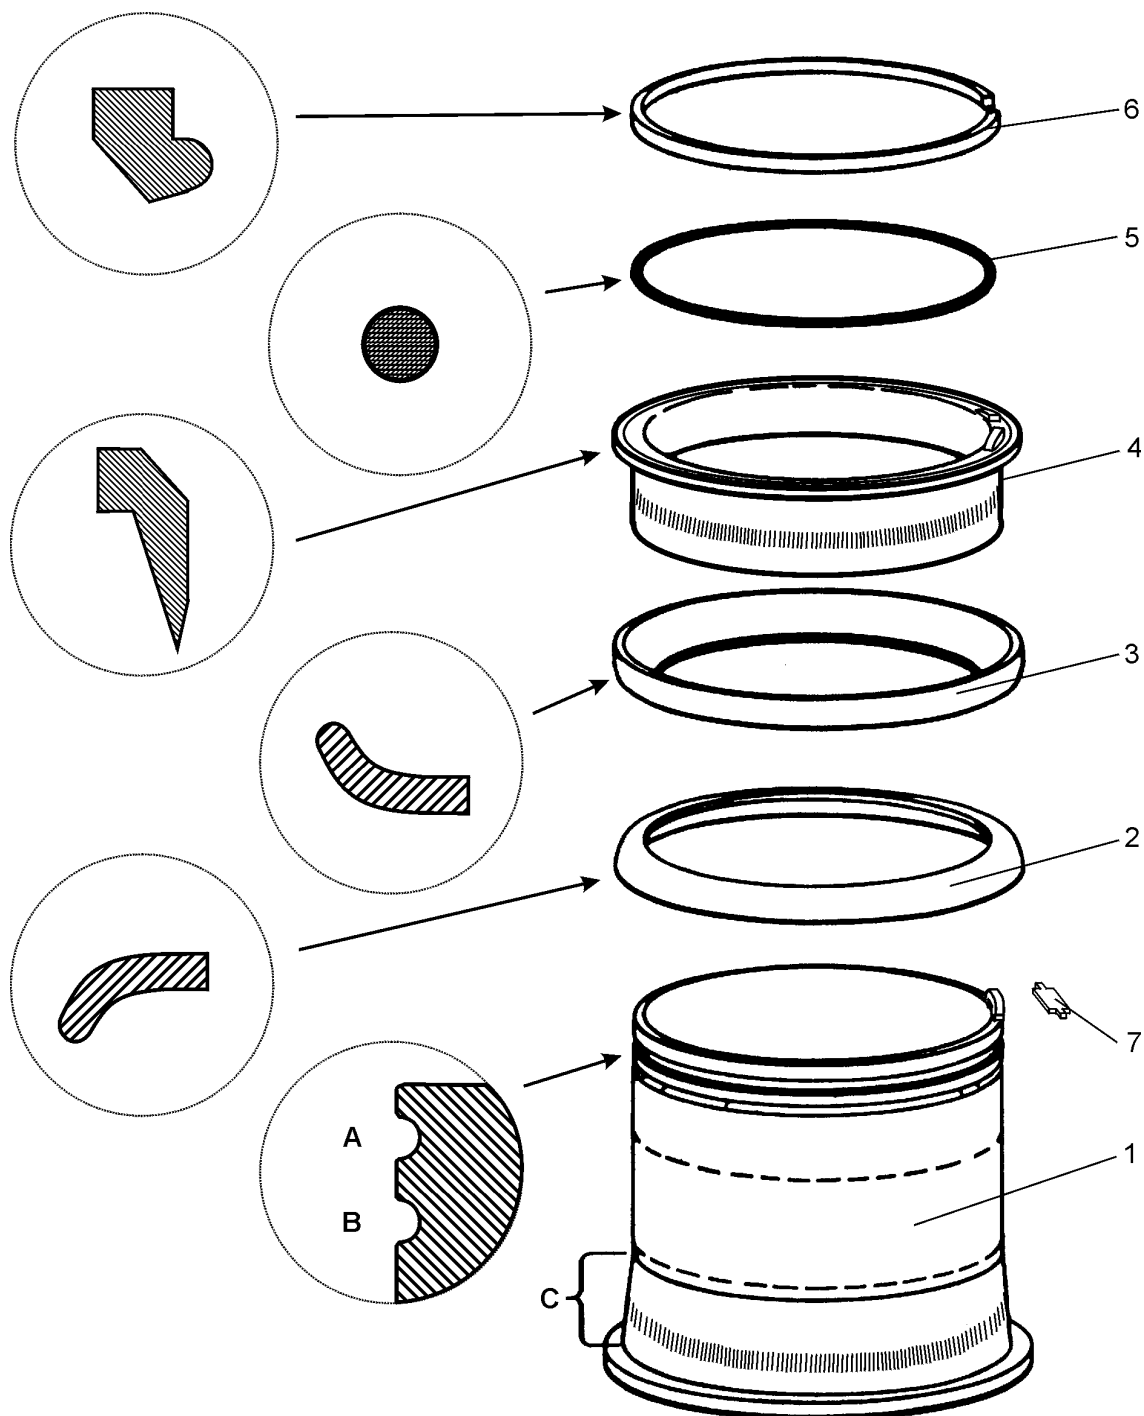

Рис. 15.4. Узел обода колеса (разборка)
6. ПРОВЕРКА ОБОДА И ШИНЫ (Рис. 15.4.)
7. УСТАНОВКА ШИНЫ (Рис. 15.4.)
12. Накрутить защитный колпачок (8, Рис. 15.4.) на корпус (6) вентиля.